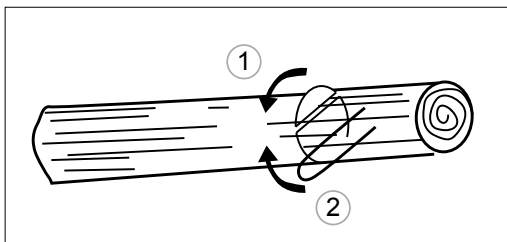

Рис. 22
- В случае когда ствол находится на опорах с двух концов, сначала пропилите сверху на 1/3 диаметра ствола, чтобы избежать раскалывания. После этого закончите срез снизу так, чтобы он совпал с первым срезом, избегая заклинивания (рис. 22).